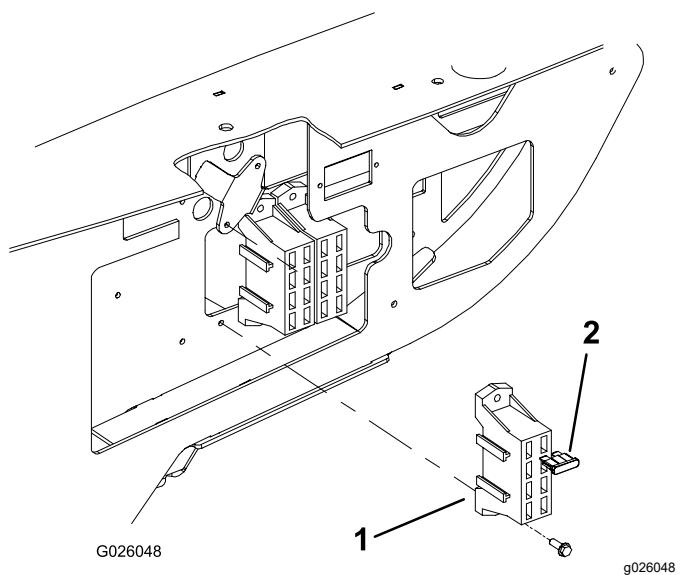

Figura 3
2. Monte el bloque de fusibles junto al bloque de fusibles existente con 2 tornillos (n.º 8 x 1/2"), tal y como se muestra en la Figura 3.